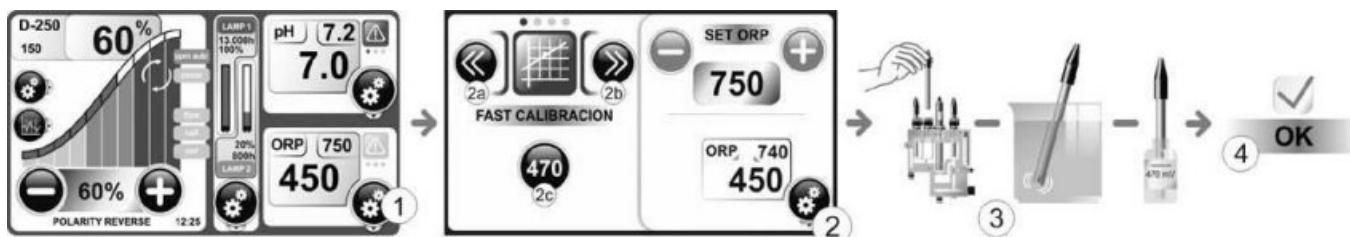

Рисунок 31
1. Нажмите кнопку SETPOINT [1]. (Рисунок 31).
2. Нажмите кнопку SETPOINT [2]. (Рисунок 31а).
Рисунок 31а
(Рисунок 31с)